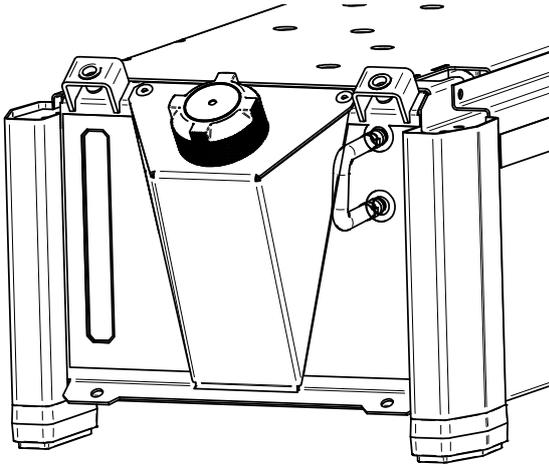

Abbildung 36
- Schließen Sie den Schlauch an den Wasserschnellanschluss (im Lieferumfang enthalten) an Vor- und Rücklauf des Kühlers an (Abb. 36).